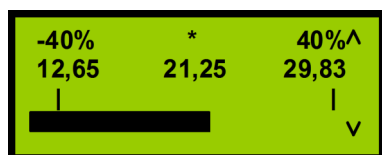
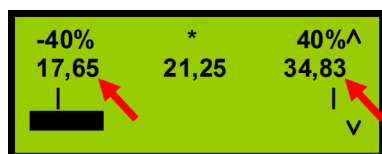

Fig. 68: Impostazione prima della calibrazione manuale (esempio)
Fig. 69: Impostazione dopo la calibrazione manuale (+5)
**Esempio:** Vedere Fig. 68 e Fig. 69.